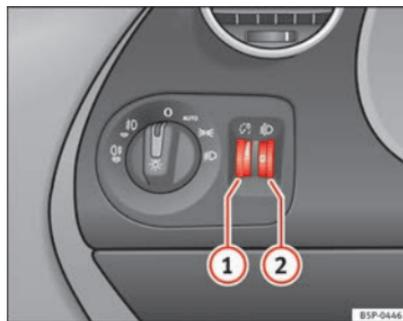

Fig. 72 Plancia porta-strumenti: regolatori dell'intensità di illuminazione degli strumenti e degli interruttori e regolatore assetto fari
Quando le luci sono accese è possibile regolare l'intensità di illuminazione degli strumenti e degli interruttori servendosi della rotella zigrinata ⇒ fig. 72 ①.